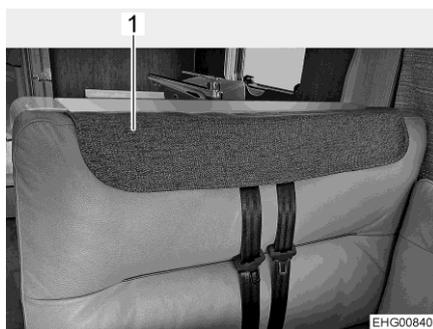

Fig. 61 Rivestimento delle cinture di sicurezza montato
Quando il veicolo è allestito, i poggiatesta possono essere rimossi dal cuscino dello schienale dei sedili per consentire una seduta più confortevole. Le aperture per i poggiatesta e per le cinture di sicurezza possono essere coperte con l'apposito rivestimento delle cinture di sicurezza (Fig. 61,1).
- Applicare il rivestimento delle cinture di sicurezza sull'apertura per le cinture di sicurezza (Fig. 61).